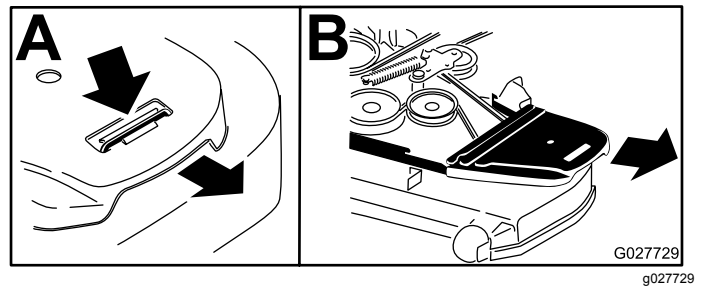

Figure 83
4. Déposez les couvercles de courroie (Figure 83).